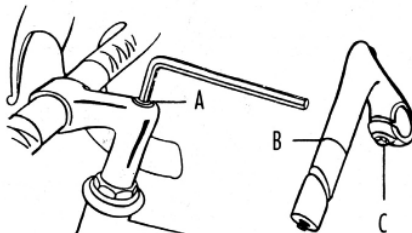

Fig. 1
4.3 - 1 : Réglage d'une potence à plongeur (fig.1)
- ▶ Desserrer la vis de l'expandeur (A) de 2 tours, dans le sens contraire des aiguilles d'une montre à l'aide d'une clé Allen.